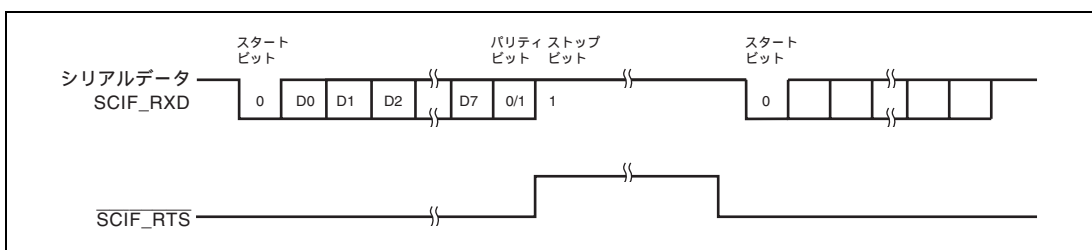

図 24.14 モデムコントロール ($\overline{\text{SCIF_RTS}}$) 時の動作例 (チャンネル1、チャンネル2のみ)
5. モデムコントロールイネーブル時は、SCFRDRの空き状況によって $\overline{\text{SCIF_RTS}}$ 信号を出力します。 $\overline{\text{SCIF_RTS}}$ が0のときは受信可能状態です。 $\overline{\text{SCIF_RTS}}$ が1のときはSCFRDR内のデータ数が、 $\overline{\text{SCIF_RTS}}$ 出力アクティブトリガ設定数以上であることを示します。 $\overline{\text{SCIF_RTS}}$ 出力アクティブトリガ値は、「24.3.9 FIFOコントロールレジスタ (SCFCR)」のビット10~8で指定します。また、SCSCRのREビットが0のときも、 $\overline{\text{SCIF_RTS}}$ が1になります。モデムコントロール時の動作例を図24.14に示します。